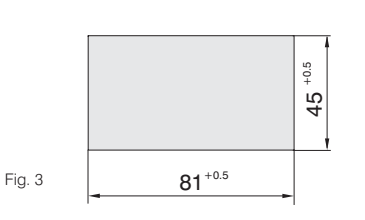

Fig. 3
- praticare sul pannello una finestra come in fig. 3